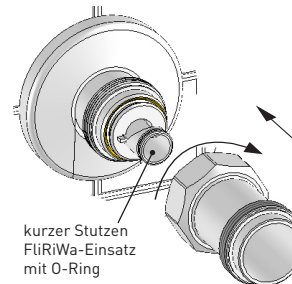

Bild 3 (Montage Mantelrohr FLiRiWa)
- Verchromtes FLiRiWa-Mantelrohr über FLiRiWa-Einsatz schieben und auf das in der Wand befindliche Mantelrohr aufschrauben (Bild 3).